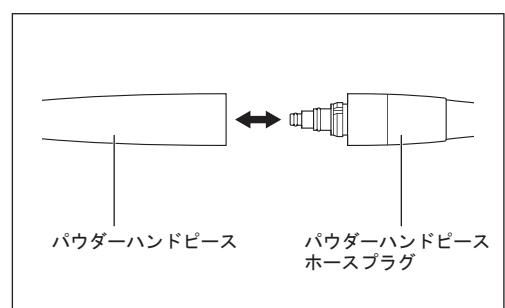

図9
2) パウダーハンドピースをパウダーハンドピースホースプラグにまっすぐ挿し込みます（図9）。